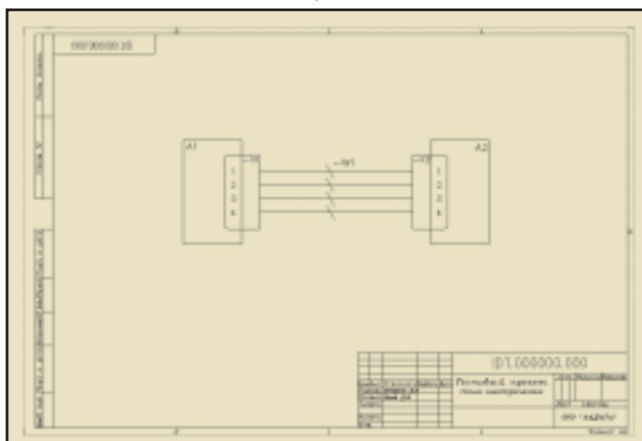

Рис. 3. Применение соединителей на схеме
▶ **соединители**, для установки которых в схему (с возможностью последующего редактирования, отображения и дополнения) достаточно указать число выводов, шаг между выводами и стиль отображения (рис. 3). В дальнейшем соединитель может быть изменен непосредственно в схеме, без необходимости повторного использования инструмента "создание соединителя".